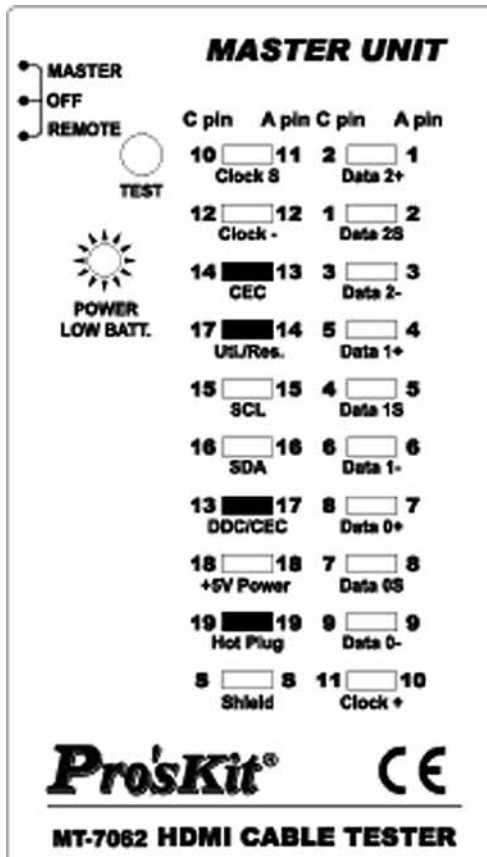

Рис. 5. Кросс, перекрестное подключение проводов (Crossover)
- **Кросс, перекрестное подключение проводов (Crossover):** сопровождается подачей короткого звукового сигнала и индикацией перекрещенных проводников. Пример такой неисправности для кабеля HDMI A-A при перекрестном подключении проводов между контактами 13 к 17 и 14 к 19 и для HDMI (тип A) — Mini-HDMI (тип C) с кроссом между контактами 14–13 и 17–19 приведен на рис. 5.